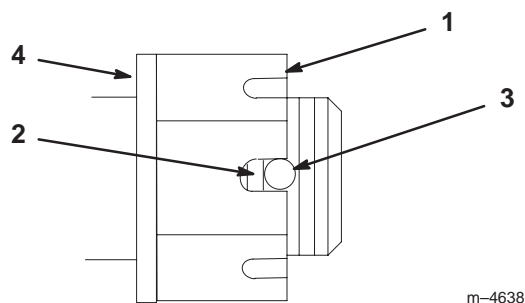

Figure 48
3. Serrez le boulon crénelé à 170 Nm (125 pieds-livres) (Fig. 48).
4. Mesurez l'espace entre la base de la fente de l'écrou et le bord intérieur du trou. On ne doit pas voir plus de deux filets (Fig. 48).
5. Si plus de deux filets sont visibles, enlevez l'écrou et placez une rondelle entre le moyeu et l'écrou (Fig. 48).
6. Serrez le boulon crénelé à 170 Nm (125 pieds-livres) (Fig. 48).
7. Serrez l'écrou jusqu'à ce que le jeu de fentes suivant soit en face du trou de l'axe (Fig. 48).